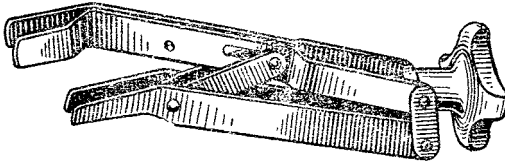

Рис. 85. Приспособление для снятия клапанных пружин двигателя
1. Приспособление для снятия клапанных пружин (рис. 85).